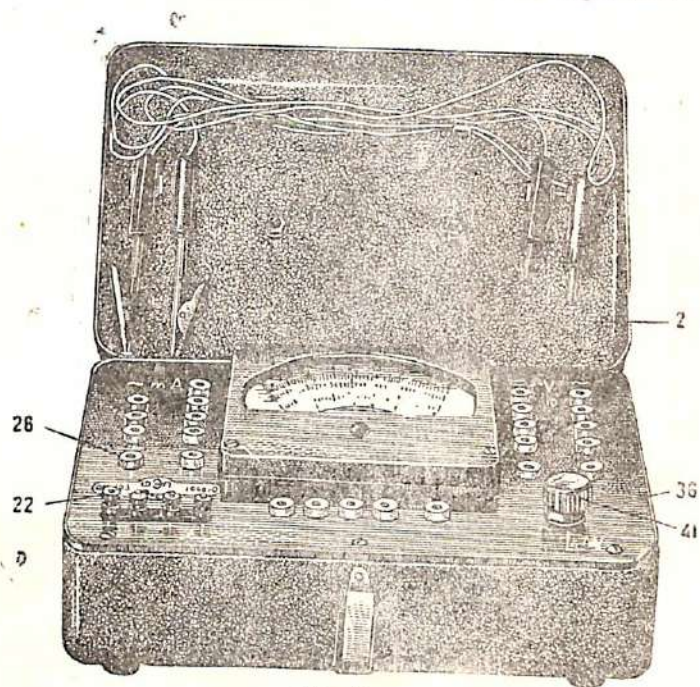

Рис. 2.
6. Панель (17) с контактами и катушками (18), обмотки которых служат шунтами амперметра переменного тока.
7. Панель (19) с контактами и катушками (20), обмотки которых составляют цепь омметра.
8. Панель (21) с клеммами (22).
9. Сухой элемент (23) типа ФБС на 1,5 вольта.
10. Купроксный выпрямитель (24) типа ВК-07-14.
11. Переменное сопротивление (25) типа ТК-5А (0,5).
12. Втулки — направляющие (26) для контактных гнёзд (рис. 2).